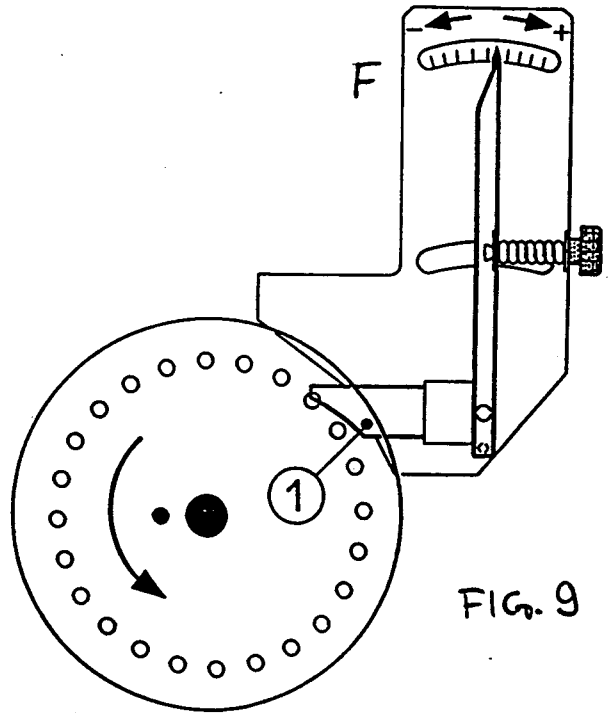

FIG. 9
El selector (F) (Fig. 8) lleva un índice móvil con una escala graduada. Moviendo el índice se manda un cursor que roza el disco cerca de los agujeros, provocando la caída de las semillas aspiradas en exceso. El selector se regula a cada cambio de semillas y disco, hacia los números bajos (-) para semillas pequeñas y viceversa (+) para semillas grandes (Fig.9).